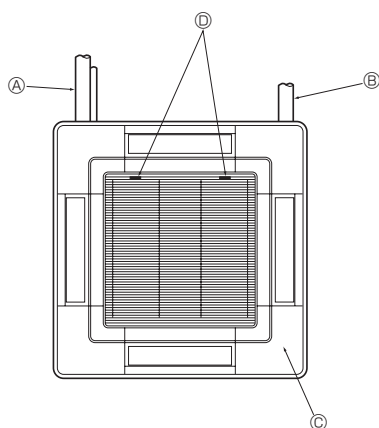

Fig. 7-11
7.5. Instalación de la rejilla de admisión (Fig. 7-11)